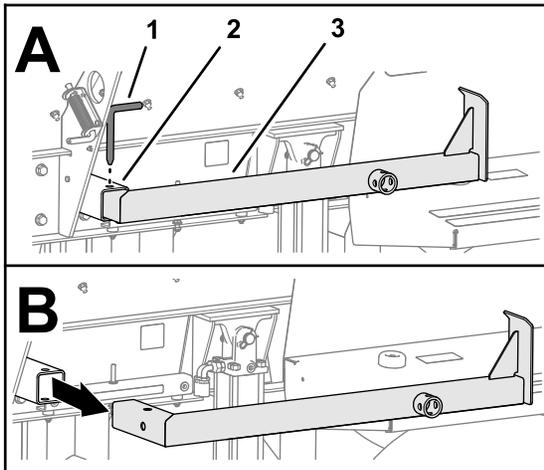

Figura 22
4. Retire el pasador de la pata de apoyo trasera y retire la pata de apoyo del tubo de la pata (Figura 22).